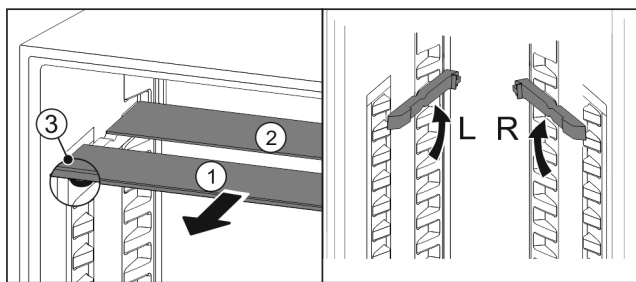

Fig. 25
- ▶ estrarre i ripiani di vetro singolarmente tirando in avanti Fig. 25 (1).
- ▷ Il piano in vetro Fig. 25 (1) con il motivo ornamentale è nella parte anteriore.
- ▷ I fermi Fig. 25 (3) sono rivolti verso il basso. Apparecchi dotati di vano congelatore.*